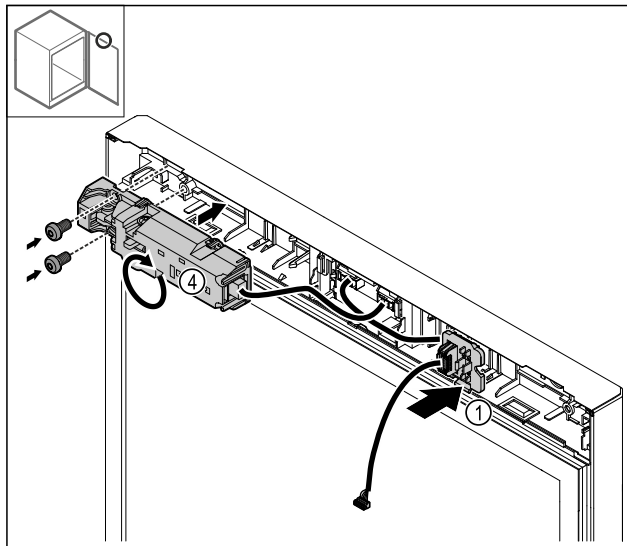

Fig. 28
- ▶ Fixați în poziție suportul fișei Fig. 28 (1) pe partea opusă.
- ▶ Rotiți încuietoarea electrică Fig. 28 (4) cu 180° și fixați-o pe partea opusă.